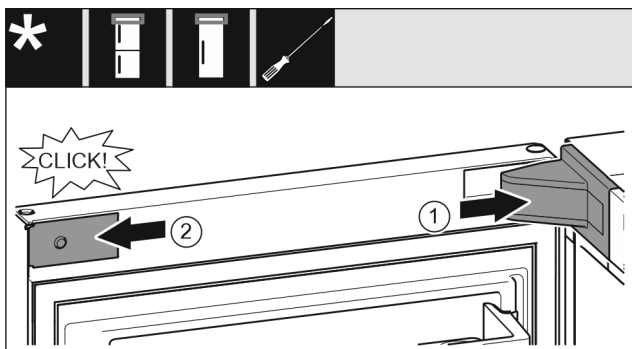

Fig. 23
- ▶ Helyezze fel és pattintsa be a csapágybak fedelét, szükség esetén óvatosan nyomja szét. Fig. 23 (1)
- ▶ Helyezze fel oldalra a lemezt, és pattintsa be. Fig. 23 (2)